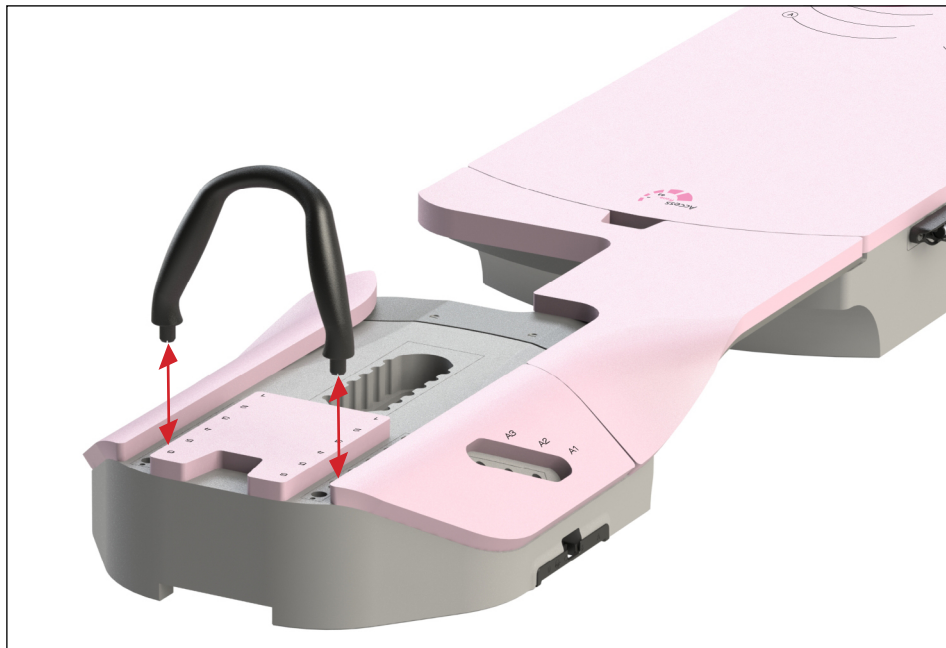

Figure 15
2. Pousser la poignée vers le bas jusqu'à ce qu'elle s'enclenche dans les trous. (Figure 15)